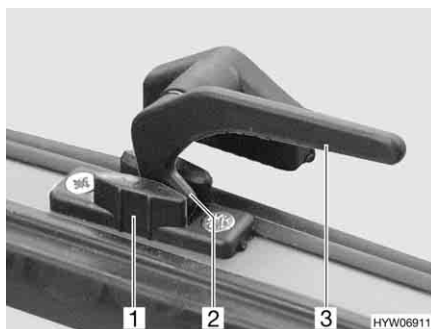

Fig. 50 Leva di serraggio in posizione "Aerazione continua"
- In posizione di "Aerazione continua" (Fig. 50)
- Ruotare la leva di serraggio (Fig. 50,3) di un quarto di giro verso il centro della finestra.
- Girare nuovamente all'indietro la leva di serraggio. Riportare contemporaneamente il nasello di chiusura (Fig. 50,2) nella rientranza della chiusura della finestra (Fig. 50,1).